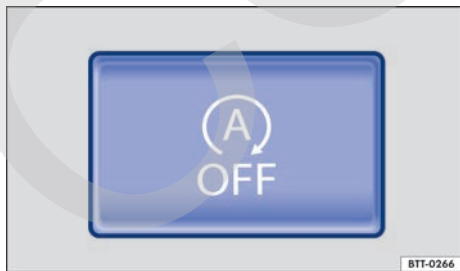

Fig. 93 En la parte inferior de la consola central: tecla del sistema Start-Stop.
- Para desconectar el sistema, pulse la tecla  situada en la consola central → fig. 93. Cuando el sistema Start-Stop está desconectado, se enciende el testigo de control de la tecla.
- Para volver a conectar el sistema, pulse de nuevo la tecla  de la consola central → fig. 93.